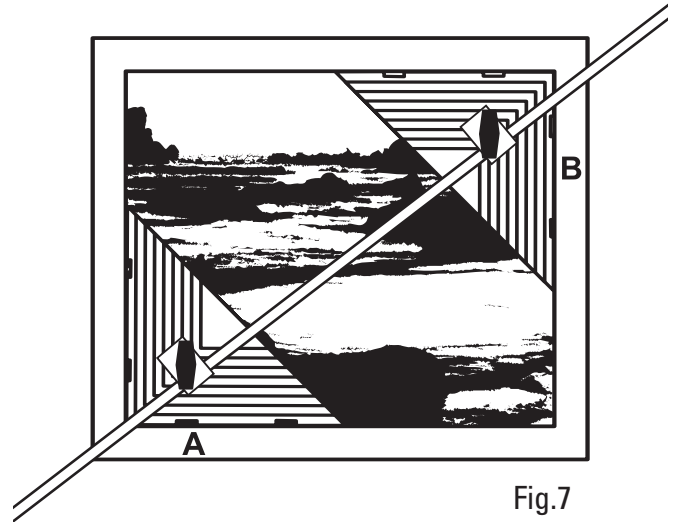

Fig.7
**Étape 1** – Desserrez les molettes de réglage des deux triangles d'alignement et glissez le triangle A dans l'angle inférieur gauche de l'image à encadrer, puis serrez la molette. (Fig. 7)
**Schritt 1** - Lösen Sie die Einstellknöpfe an beiden Ausrichtungsdreiecken, schieben Sie Dreieck A in die linke untere Ecke des zu rahmenden Bildes und ziehen Sie den Knopf fest. (Abb. 7)
**Procedura 1** - allentare le manopole di regolazione su entrambi i triangoli di allineamento e far scorrere il triangolo A nell'angolo inferiore sinistro della fotografia da incorniciare, quindi serrare la manopola (Fig. 7).
**Paso 1:** afloje los botones de ajuste en ambos triángulos de alineación y deslice el Triángulo A hacia la esquina inferior izquierda de la imagen que se enmarcará y ajuste el botón. (Fig. 7)